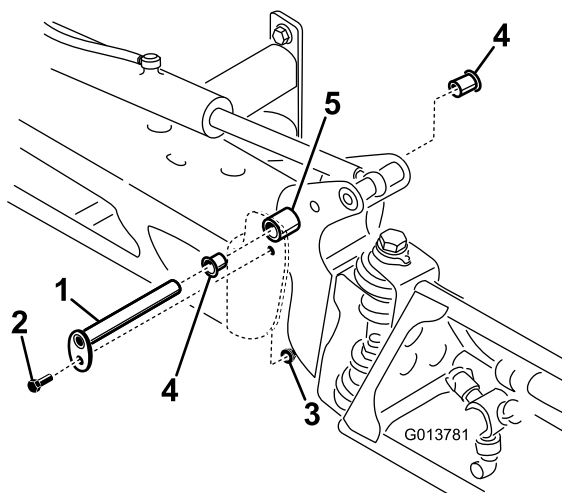

Рисунок 66
3. Поддерживая стрелу, отверните болт и гайку крепления оси поворота к узлу стрелы (Рисунок 66).
4. Снимите ось поворота (Рисунок 66).
6. Снимите и осмотрите нейлоновые втулки с передней и задней сторон кронштейна шарнира (Рисунок 66).
8. Установите стрелу и кронштейн поворота в сборе в центральную раму, совместив отверстия (Рисунок 66).